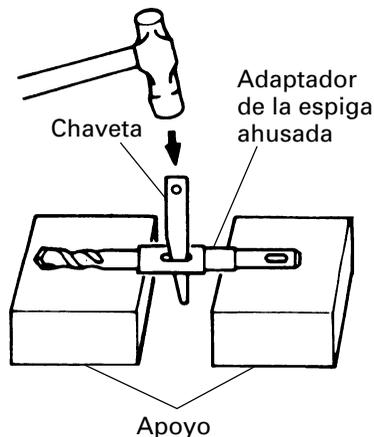

Fig. 18
- (3) Poner el interruptor en la posición de encendido (ON), y taladrar un agujero de la profundidad especificada.
- (4) Para quitar la broca (espiga ahusada), insertar la chaveta en la ranura del adaptador de la espiga ahusada y golpear la cabeza de la chaveta con un martillo. Usar apoyos como se muestra en la Fig. 18.